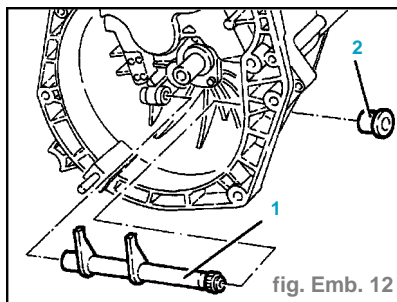

fig. Emb. 12
- Déposer la douille antiglissement externe (2) (fig. Emb. 12).
- Déposer la fourchette (1).